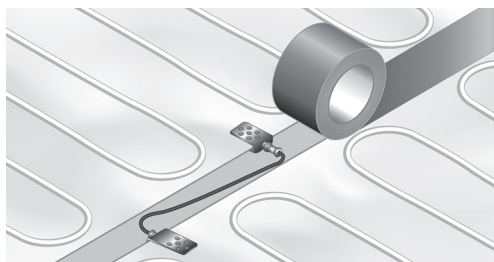

Bild 9. Installation av jordanslutningar
9. Montera jordanslutningar (Bild 9). Värmemattan innehåller ett antal ledningar med en kontakt i varje ände. Dessa ledningar används för att ansluta jorden mellan de olika läggningarna av värmemattan. Använd alla medföljande ledningar och se till att en anslutning görs mellan alla läggningar av värmemattan, jämnt fördelade över varje läggningslängd.